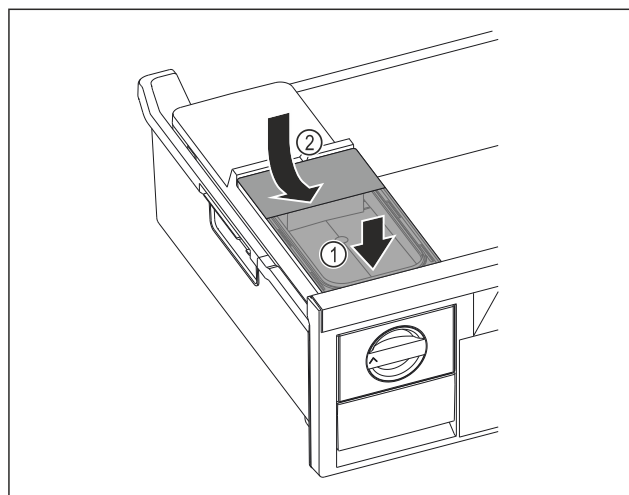

Fig. 259
- ▶ Установите бак для воды спереди Fig. 259 (1)
- ▶ Опустить бак для воды сзади Fig. 259 (2)